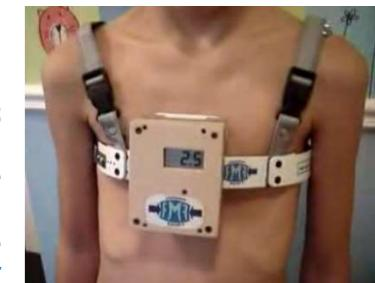

Figure 7 : Mesure de la POT
5. Demander au patient de respirer normalement ; Appuyer sur le bouton bleu. Pendant 5 secondes, 3 barres sont affichées, puis une valeur apparaît en clignotant (voir figure 7). Cette valeur est la pression de traitement POT. Il s'agit de la moyenne sur 5 secondes de la pression exercée par le harnais sur le thorax du patient.